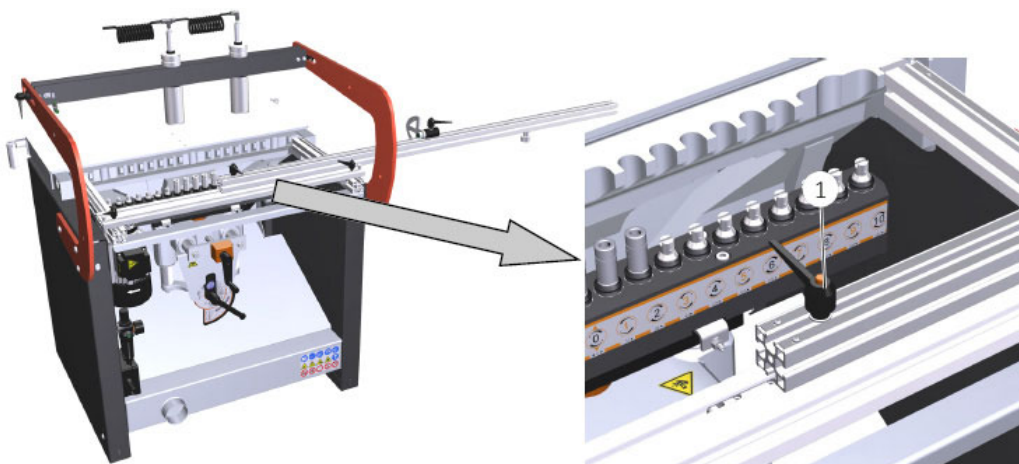

Abb.7-4: Einstellung des Verlängerungsanschlusses in Längsrichtung
- ➔ Den Verlängerungsanschlag über das hintere Anschlagprofil setzen, wie in der Abbildung 7-4 dargestellt.
- ➔ Den Verlängerungsanschlag am hinteren Anschlagprofil befestigen, indem man den Griff (1), der mit einem Fixierstift versehen ist, festklemmt.